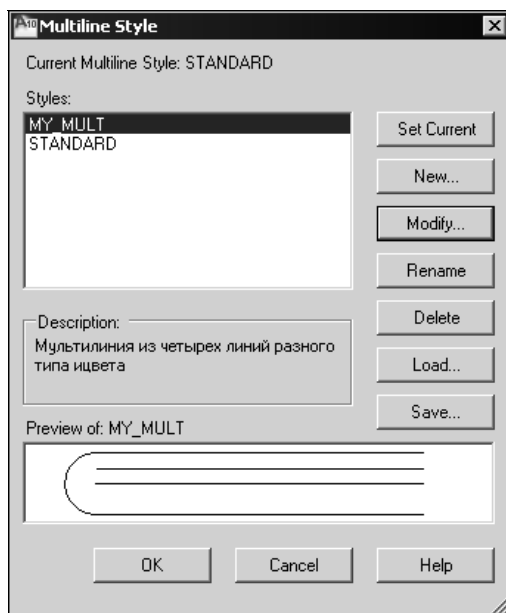

Рис. 7.10. Диалоговое окно для управления стилями мультилиний
1. Откройте горизонтальное меню **Format** (Формат) и выберите из него **Multiline style** (Стили мультилиний). Откроется диалоговое окно **Multiline Style** (Стили мультилиний) (рис. 7.10).
1. Откройте меню **Draw** (Рисование) и выберите из него **Multiline** (Мультилиния). После вызова команды построения мультилинии предлагается воспользоваться текущим стилем, установленным в диалоговом окне **Multiline Style** (Стили мультилиний) (см. рис. 7.10).
2. Откройте горизонтальное меню **Format** (Формат) и выберите из него **Multiline style** (Стили мультилиний). Откроется диалоговое окно **Multiline Style** (Стили мультилиний) (см. рис. 7.10).